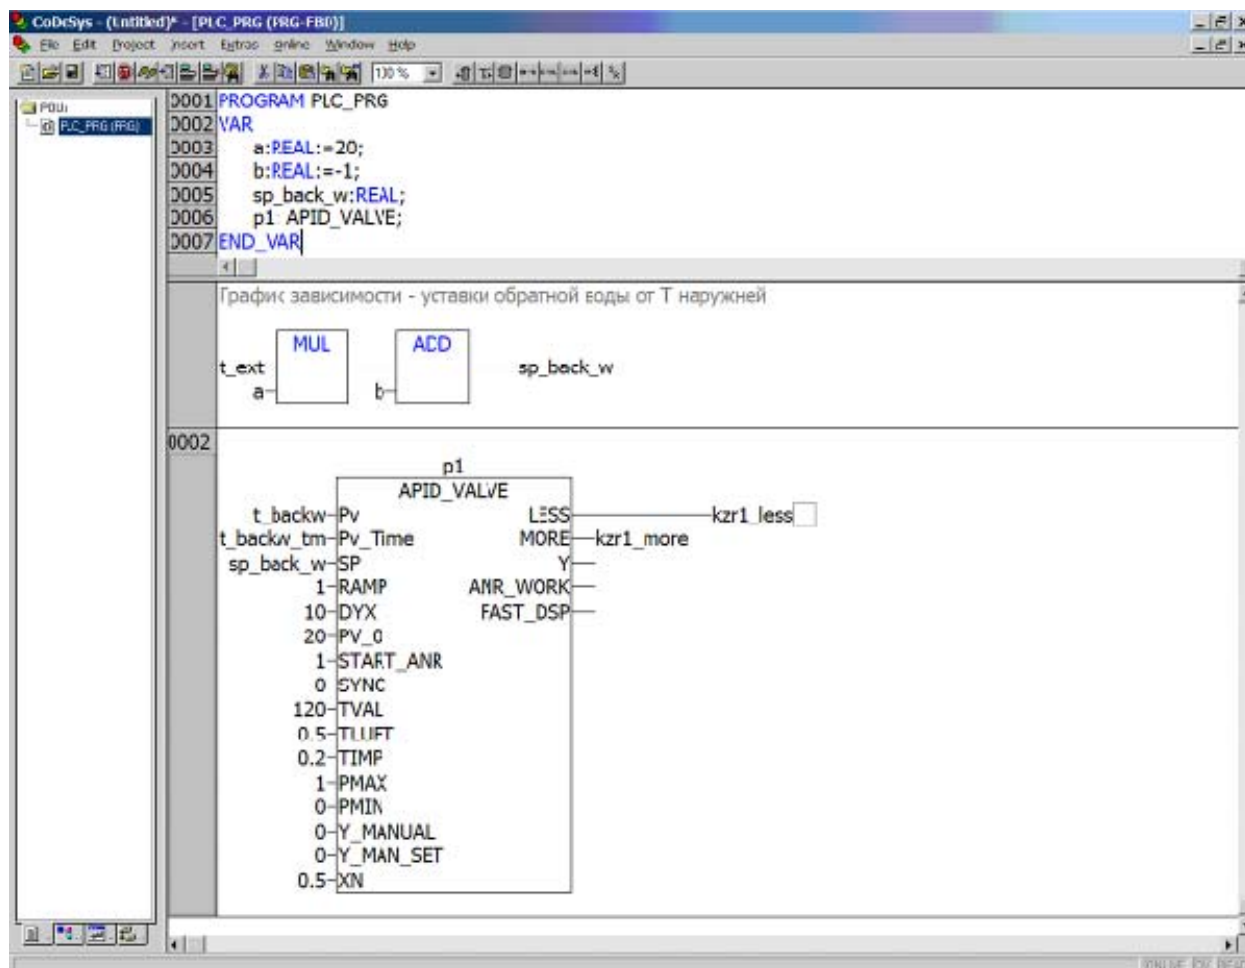

Рис. 3.11. Окно с программой ПЛК
- задайте остальные входные и выходные параметры ФБ (см. рис. 3.11 (сеть 0002)).